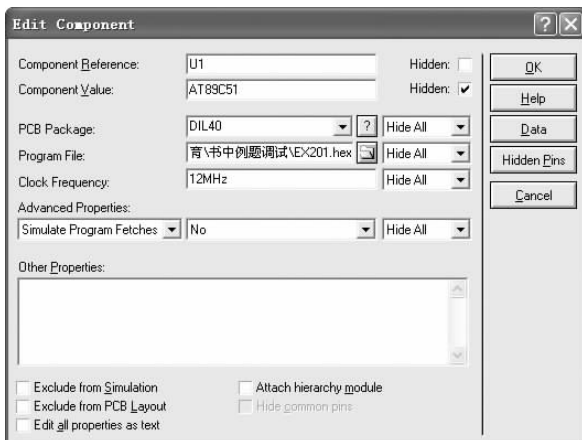

图 2-47 添加程序文件
(2) 装载源程序到芯片中。双击“AT89C51”，出现如图 2-47 所示的对话框。单击 Program Files 文本框右侧工具按钮 ，出现文件浏览对话框，找到“EX201.hex”文件，单击“确定”按钮，完成添加。在 Clock Frequency 文本框中把频率改为 8 MHz，单击 OK 按钮退出。